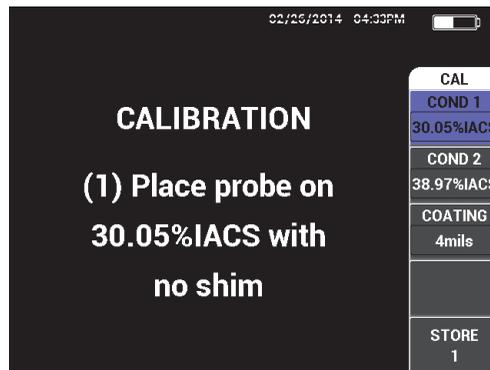

Figura 5-49 L'istruzione visualizzata (1) dopo la conferma del PowerLink
2. Quando indicato dal programma, selezionare **CONTINUA** (tasto A) per confermare le informazioni PowerLink (vedere Figura 5-49 a pagina 172).